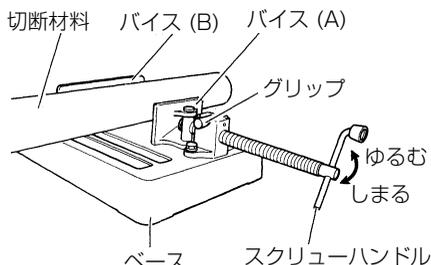

図 7
- (2) グリップを倒した状態 (図 7 参照) の時、スクリーハンドルを回せばバイス (A) のネジ送りができます。